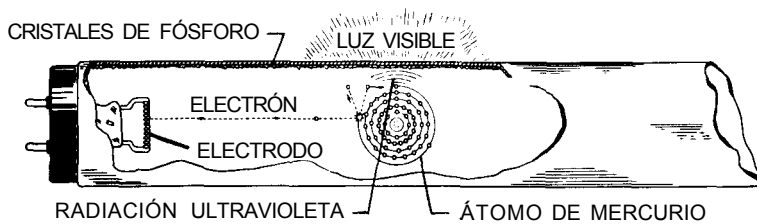

Fig. 29-8. Cómo se produce la luz en una lámpara fluorescente (Westinghouse Electric Corporation).
**Cómo se genera la luz.** La corriente que fluye a través de la mezcla de gas ionizada en la lámpara excita a los átomos de mercurio (Fig. 29-8). Su energía se libera en forma de luz *ultravioleta*, la cual es invisible. Cuando esta luz incide sobre la superficie interior de la lámpara, el fósforo brilla o *emite luz fluorescente*. Este brillo es la luz visible producida por la lámpara fluorescente.